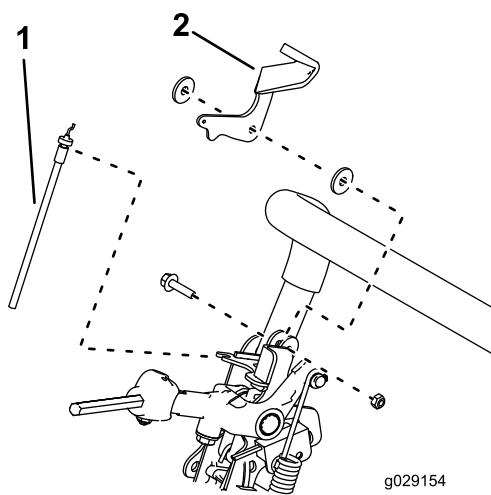

Figura 4
8. Retire y deseche el cable de control del acelerador (Figura 4).
9. Retire y deseche la palanca del acelerador, pero guarde las fijaciones de montaje (Figura 4).